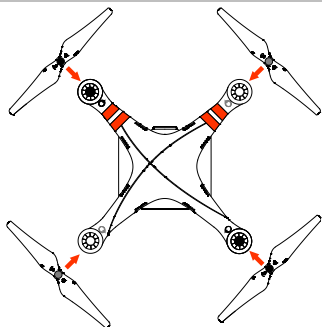

图 2-2
- （图 2-2）准备两只灰色桨和两只黑色桨，将灰桨安装到不带黑点标记的电机轴上，将黑桨安装到带黑点标记的电机轴上。安装时均沿锁紧方向拧紧螺旋桨。